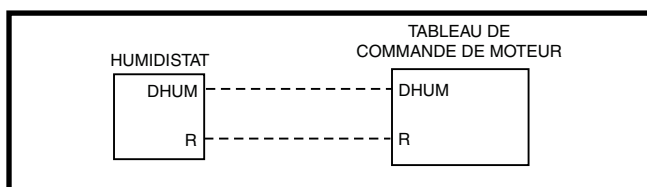

Figure 10. Configuration du câblage de déshumidification
- Si le thermostat de la pièce intègre un capteur d'humidité et une sortie **DHUM**, branchez la sortie **DHUM** du thermostat à la borne **D** du tableau de commande du moteur. Voyez la Figure 10.